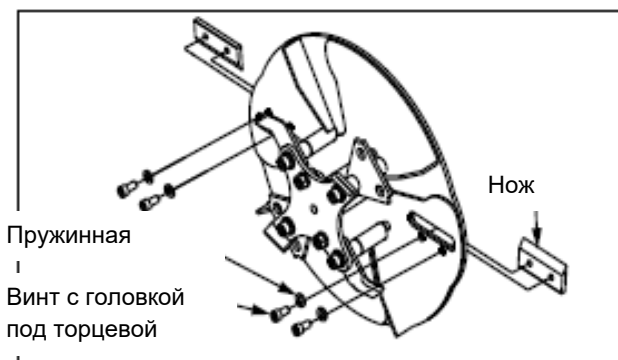

РИСУНОК 16 – Извлечение ножей дробилки
5. С помощью торцевого гаечного ключа извлеките два винта с головкой под торцевой ключ и нож дробилки. СМ. РИСУНОК 16